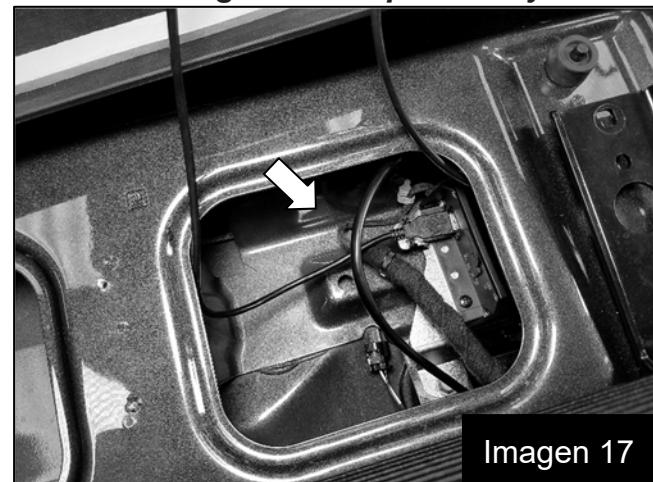

Imagen 17
27. Asegure el cable adicional del controlador con precintos para cables. (Imagen 17)